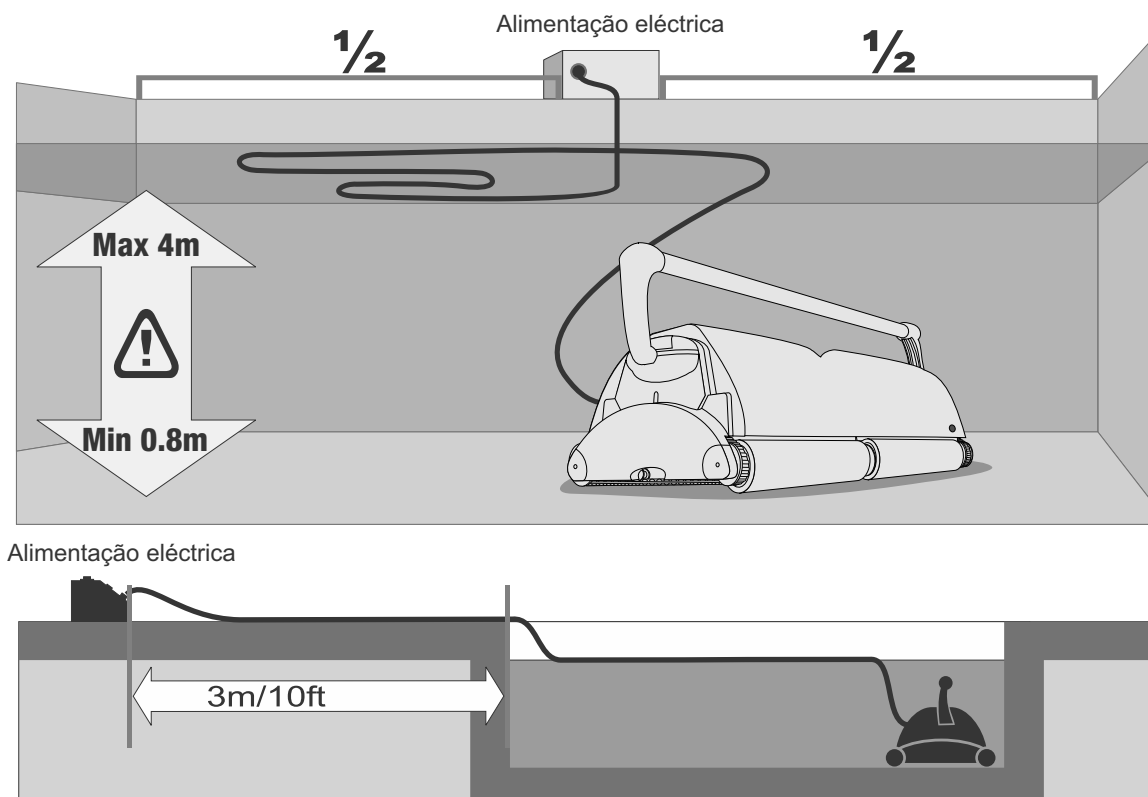

Fig. 1
A fonte de alimentação deve ser colocada em qualquer zona protegida, a uma distância mínima de 3 metros da piscina. A fonte de alimentação não deve ser exposta à chuva nem colocada em charcos de água. Se for possível, coloque a fonte de alimentação num ponto equidistante das extremidades da piscina (fig. 1). Assim, o cabo e o aparelho poderão alcançar qualquer esquina da piscina. A fonte de alimentação fornecida está configurada para UMA das seguintes voltagens: a) 115 V ou b) 230 V.
4) Desenrole o cabo flutuante completamente e estenda-o sobre a superfície de água da piscina do modo mais uniforme possível. Certifique-se de que o cabo não se torce nem se dobra. (fig. 1)